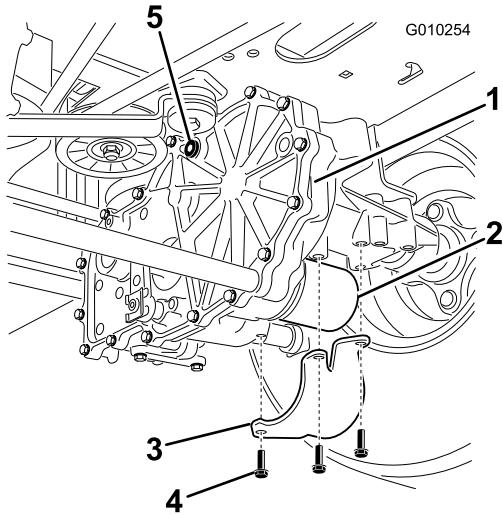

Figure 58
2. Trouvez le filtre et les protections sur chaque transmission de la boîte-pont (Figure 58). Retirez les trois vis de fixation de la protection et enlevez la protection.